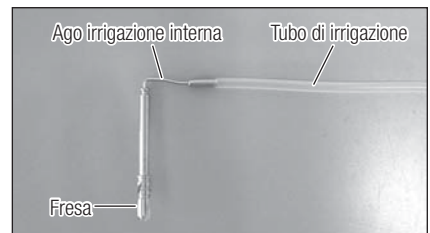

Fig. 15
- 3) Inserire l'ago di irrigazione interna nella fresa dalla parte posteriore (Fig. 15).